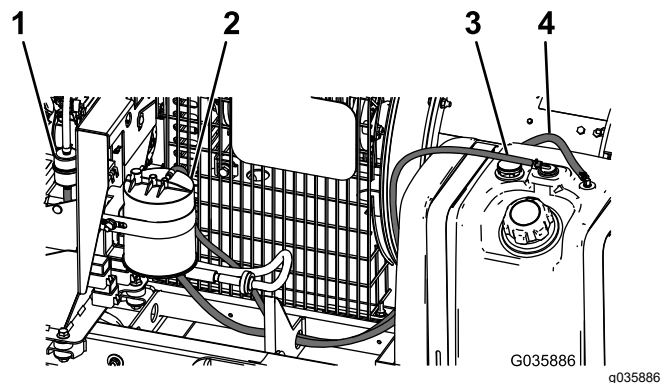

Figuur 7
- Bevestig de slangadapter en korte slang aan het brandstoffilter en bevestig het aan de onderkant van de koolstofhouder (Figuur 7).